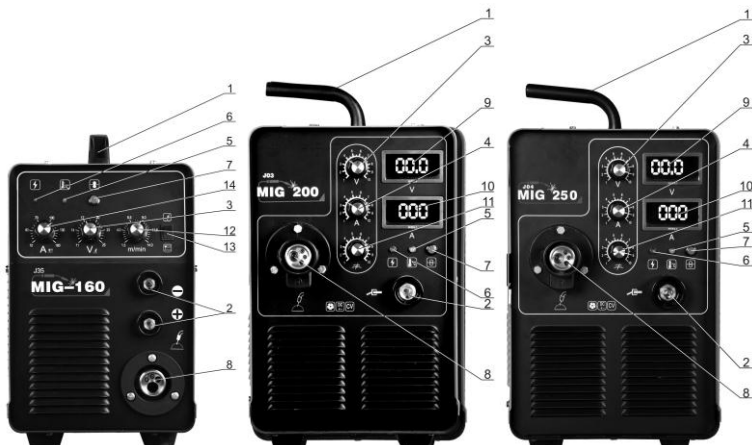

Рисунок 2 – Лицевая панель полуавтоматов сварочных MIG-160/MIG-200/MIG-250
3.4. Защита полуавтомата от перегрузки работает следующим образом: на один из импульсных трансформаторов установлен датчик температуры, сигнал с датчика приходит на генератор. В случае повышения температуры радиатора до установленной датчик изменяет своё состояние, сигнал об этом получает генератор, после чего формирование управляющих сигналов на импульсные транзисторы прекращается и на выходных клеммах пропадает сварочное напряжение. На лицевой панели это состояние отображается включением светодиодного индикатора «Перегрев» (5 на рис.2). Обдув полуавтомата продолжает функционировать. Спустя некоторое время, температура радиаторов охлаждения возвращается к нормальной, датчик переходит в первоначальное состояние и на клеммах полуавтомата появляется выпрямленное напряжение.
Внешний вид лицевой панели MIG-160/MIG-200/MIG-250 приведён на рис. 2, тыльная часть на рис 3, механизм подачи рис 4.